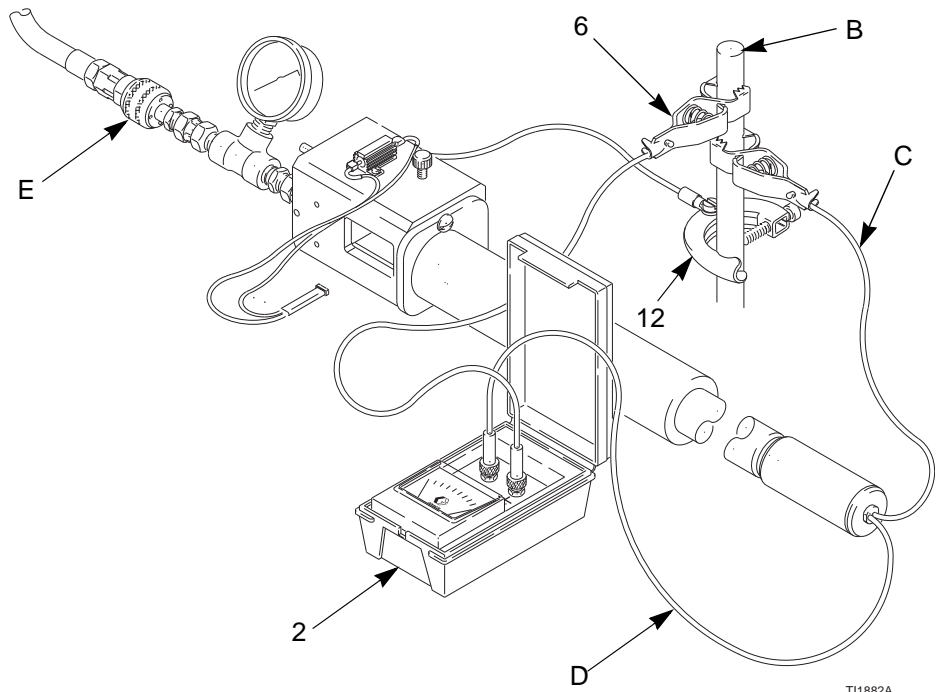

Abb. 6. Testen der Stromversorgung
4. Das Abdeckblech (16) mit der Schraube (17) an der Halterung (H) befestigen.
5. Den O-Ring (5) des Messfühlers schmieren, damit das Abdeckblech leichter eingefügt werden kann.
6. Den Fühler (3) in das Abdeckblech (16) einführen und die Spitzen am Ende der Stromversorgung anfassen.
7. Die roten Leitung (D) des Messfühlers an das kV-Messgerät und die grüne/gelbe Erdungsleitung (C) an eine Erde (B) anschließen. Siehe ABB. 6.
8. Die grüne/gelbe Erdungsleitung (6) des kV-Messgeräts zwischen dem Masseanschluss amkV-Messgerät und der Erde anschließen.
9. Die Erdungsklemme der Halterung (12) an die Erde anschließen.
10. Druckluftleitung (E) an der Halterung anbringen. Luftdruck auf 30 psi (0,21 MPa, 2,1 bar) einstellen.